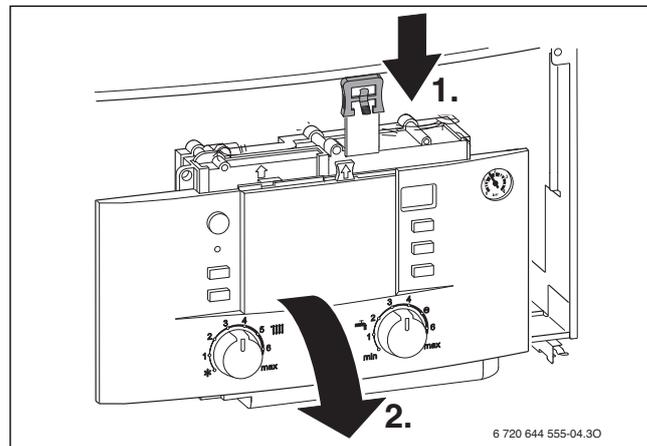

Fig. 35
- ▶ Svitare la vite di fissaggio (→ rif. 1, fig. 35) e far ruotare il cruscotto comandi verso il basso.